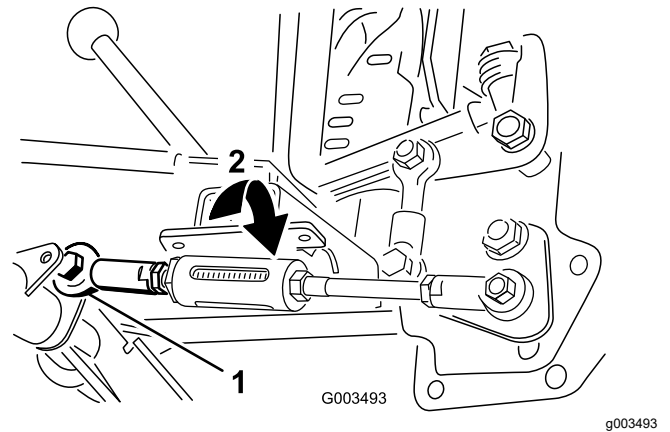

Bild 20
3. Ziehen Sie die Sicherungsmuttern an, mit denen die Federstange befestigt ist, bis 6 mm bis 13 mm des Gewindes sichtbar ist, um die Feder zu spannen (Bild 20).